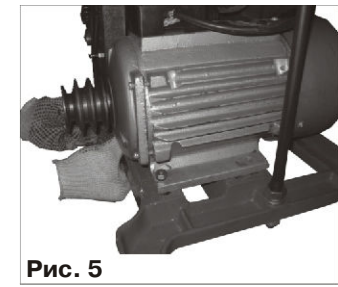

Рис. 5
6.2 После фиксирования опоры, закрепить двигатель на опоре № II. Для этого, перевернуть станок на бок как показано на рис. 5, закрепить двигатель четырьмя болтами.